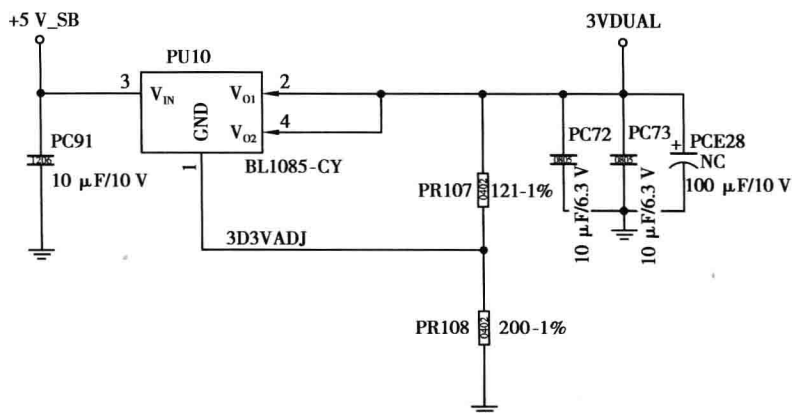

图 1-3 电阻应用电路图
电阻是电子电路最基本、最常用的电子元件。电阻用 R 来表示,一些特殊电阻还用 R_N (排电阻)、 R_F 、 R_S 、 R_U 等字母表示。在某些主板电路中,为区分不同电路中的电阻,可能还会用到“字母 + R ”来表示,如 AR (音频电路中的电阻)、 LR (网卡电路中的电阻)、 PR (电源部分电阻)等。图 1-3 为电阻在电路中的应用形式
在图 1-3 中, $PR107$ 、 $PR108$ 均为电阻,它们旁边都标有阻值大小及精度,元件符号上的标示为电阻的封装号,如 0402。电阻器上标注的电阻值为标称阻值。电阻值的基本单位是欧[姆],用 Ω 表示。实际应用中还常用到千欧($k\Omega$)、兆欧($M\Omega$),它们之间的换算关系:
1. 图 1-3 的电路中电阻有_____个,记录下电阻标号和阻值:
2. 你能说出图 1-3 中电阻的作用吗?